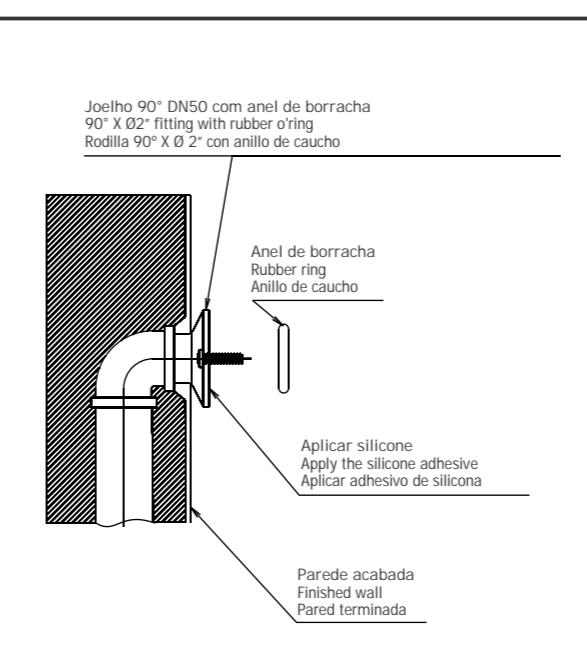

Fig. 4
- Thread the studs into the plastic flange, fit the sealing rubber ring into the plastic flange, and fit the flange into the drain tube (As shown in fig. 4).
- Atornillar los tornillos presos en la brida plástica, encargar el anillo de caucho para sellar la brida plástica, y encargar la brida en el tubo de la alcantarilla (conforme fig. 4).
11) - Aplicar adesivo silicone no contorno do furo central da flange plástica e collar o anel de borracha na flange plástica. (conforme fig. 4).
- Apply silicone adhesive along the entire edge of the plastic flange central hole and fix the rubber ring to the plastic flange. (As shown in fig. 4)
- Aplicar adhesivo de silicona en el contorno del agujero central de la brida plástica y collar el anillo de caucho en la brida plástica. (conforme fig. 4).